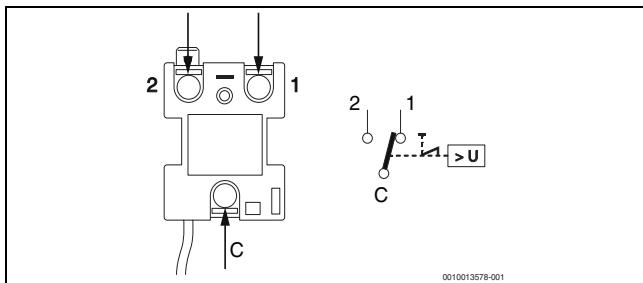

Fig. 27 Tilkobling av sikkerhetstemperaturbegrenseren
- ▶ Koble om trådene til termostaten på den nye termostaten (→fig. 27)